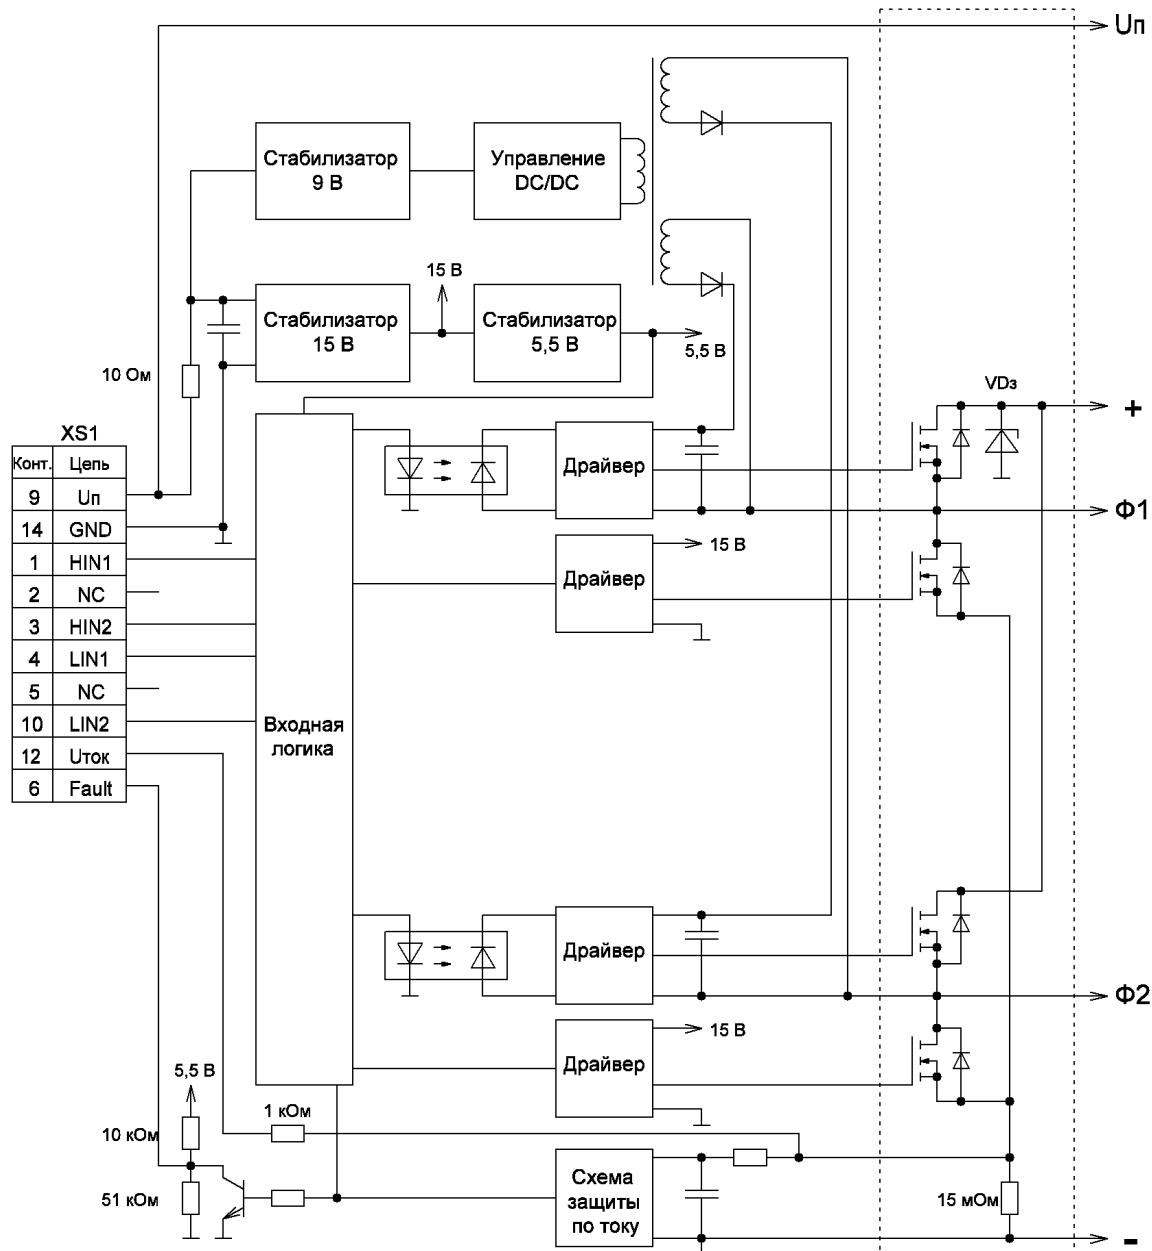
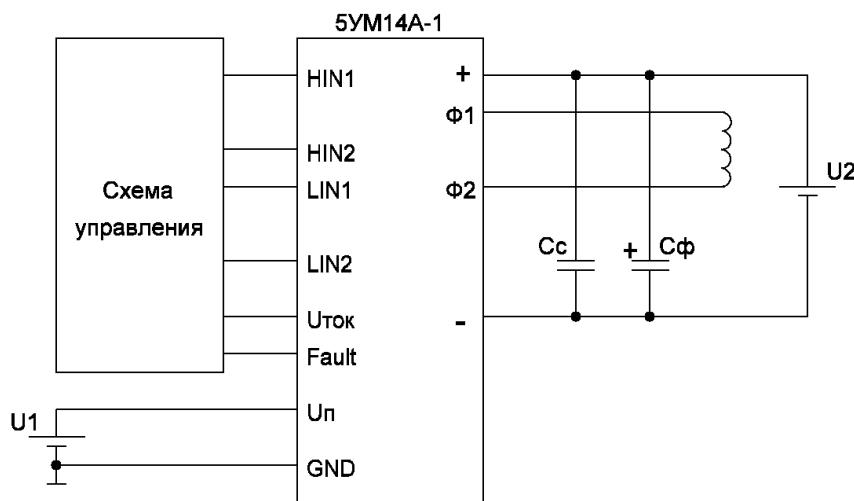

Рисунок 1.1 – Структурная схема модуля 5УМ14А-1
Рисунок 3.1 – Схема включения модуля 5УМ14А-1
3.9 Выводы «+» и «-». Выводы подключения силового питания инвертора модуля. Между данными выводами в модуле установлен ограничитель напряжения «VD3» (см. рисунок 1.1) с номинальным пробивным напряжением 150 В. Для корректной работы модуля необходима установка непосредственно на выводы «+» и «-» снабберного конденсатора «Сс» (см. рисунок 3.1) типа К73-17 номинальной ёмкостью 0,1...0,33 мкФ х 160 В. На расстоянии не более 0,2 м через провод сечением не менее 2 мм2 рекомендуется установить конденсатор фильтра «Сф» ёмкостью (200...1000) мкФ.